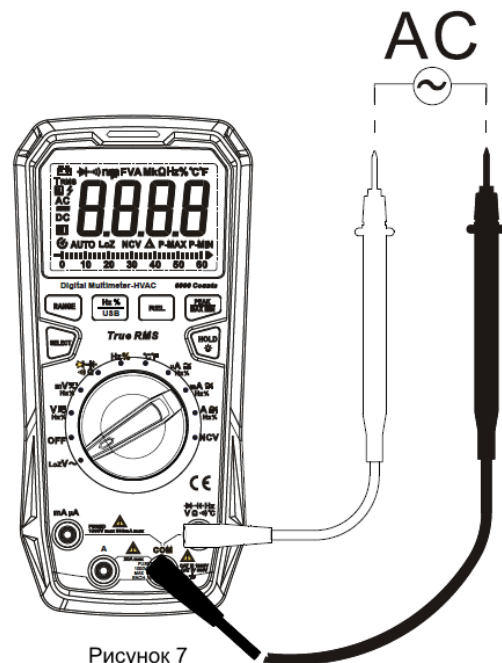

Рисунок 7
4. Режим измерения при пониженном входном сопротивлении LoZ (см. рисунок 7)